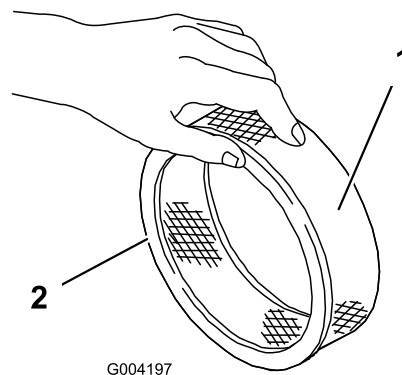

Figura 17
5. Controllate che il filtro in carta non sia strappato, che non abbia strati untuosi e che la guarnizione in gomma non sia danneggiata (Figura 17).
1. Fate scorrere attentamente il prefiltro in schiuma sintetica sul filtro di carta (Figura 17).